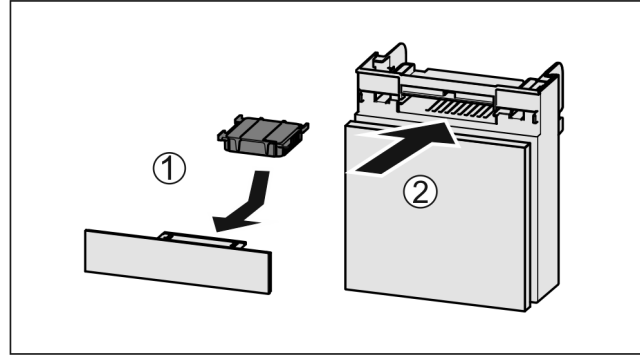

Fig. 104
- Introduceți Fig. 104 (1) filtrul de cărbune activ după cum se vede în figură.
- Împingeți Fig. 104 (2) compartimentul în interior.